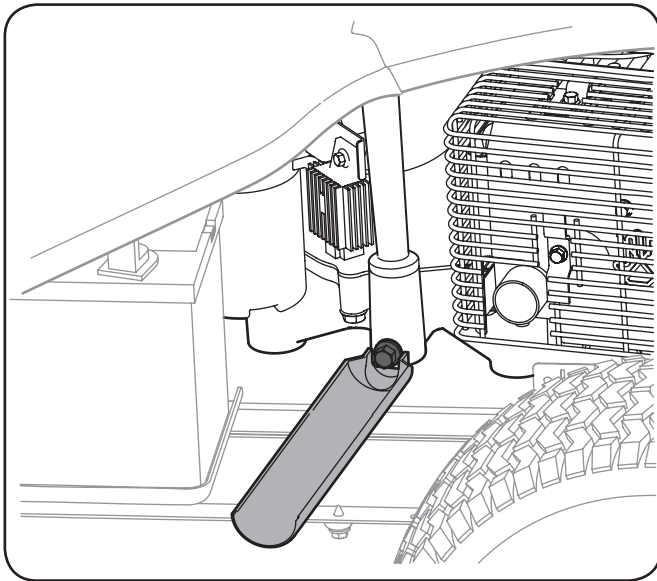

Figura 6-1
- Coloque el extremo pequeño de la manga de drenaje de aceite en el espacio provisto alrededor del tapón de drenaje de aceite. Vea la Figura 6-1.